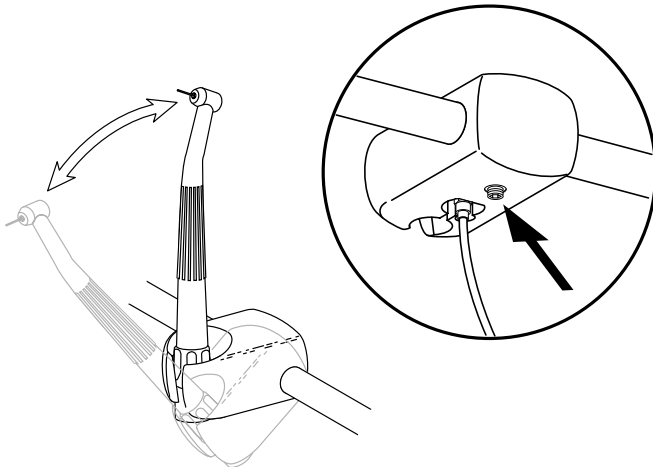

Bild 10. Einzelner Instrumentenköcher
- Lockern Sie die in Bild 10 gezeigte Einstellschraube, bzw. ziehen Sie sie fester an.